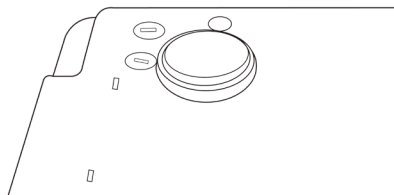

Abbildung 9-1 Austausch der Sicherung
Verwenden Sie einen Kreuzschlitzschraubendreher, um den Sicherungshalter in Pfeilrichtung (gegen den Uhrzeigersinn) zu lösen, und ersetzen Sie die defekte Sicherung durch eine Original- oder von unserem Unternehmen freigegebene Sicherung. Schrauben Sie den Sicherungshalter anschließend in entgegengesetzter Richtung fest. Der Austauschvorgang ist in Abbildung 9-1 dargestellt:
- **Drücken Sie den Sicherungshalter nach unten und drehen Sie ihn, wie in Abbildung 9-1 gezeigt, gegen den Uhrzeigersinn. Setzen Sie nach dem Entfernen der defekten Sicherung eine neue ein, drücken Sie den Sicherungshalter nach unten und drehen Sie ihn im Uhrzeigersinn fest.**